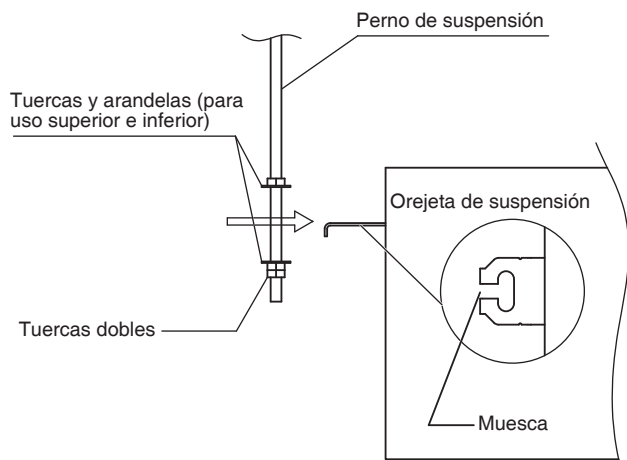

Fig. 3-5
- (3) Enrosque las 3 tuercas hexagonales y 2 arandelas (suministradas por separado) sobre cada uno de los 4 pernos de suspensión (figs. 3-5 y 3-6).